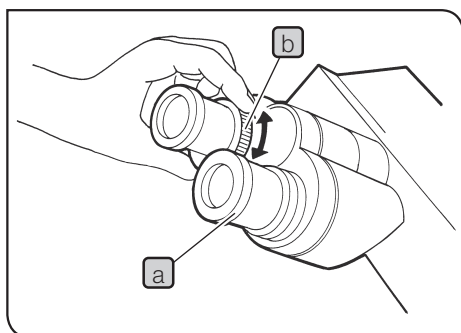

Fig. 39
6 Usar oculares que possuam um micrómetro (fig. 39)
- 1** Enquanto olha pela ocular direita com o olho direito, rode o topo da ocular **a** até obter uma imagem do micrómetro no campo de visão a mais nítida possível (fig. 39).